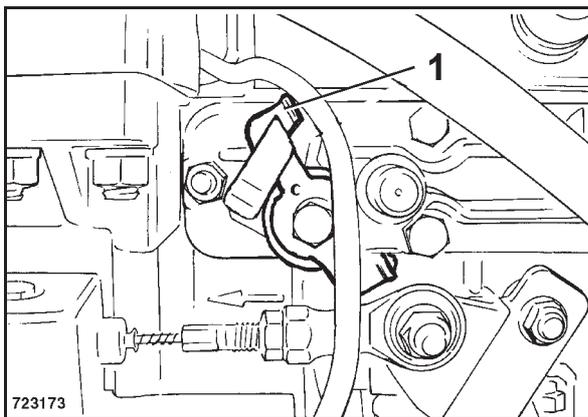

Bild 134
- Mit dem Handhebel 1 (Bild 134) der Kraftstofförderpumpe solange vorpumpen, bis der